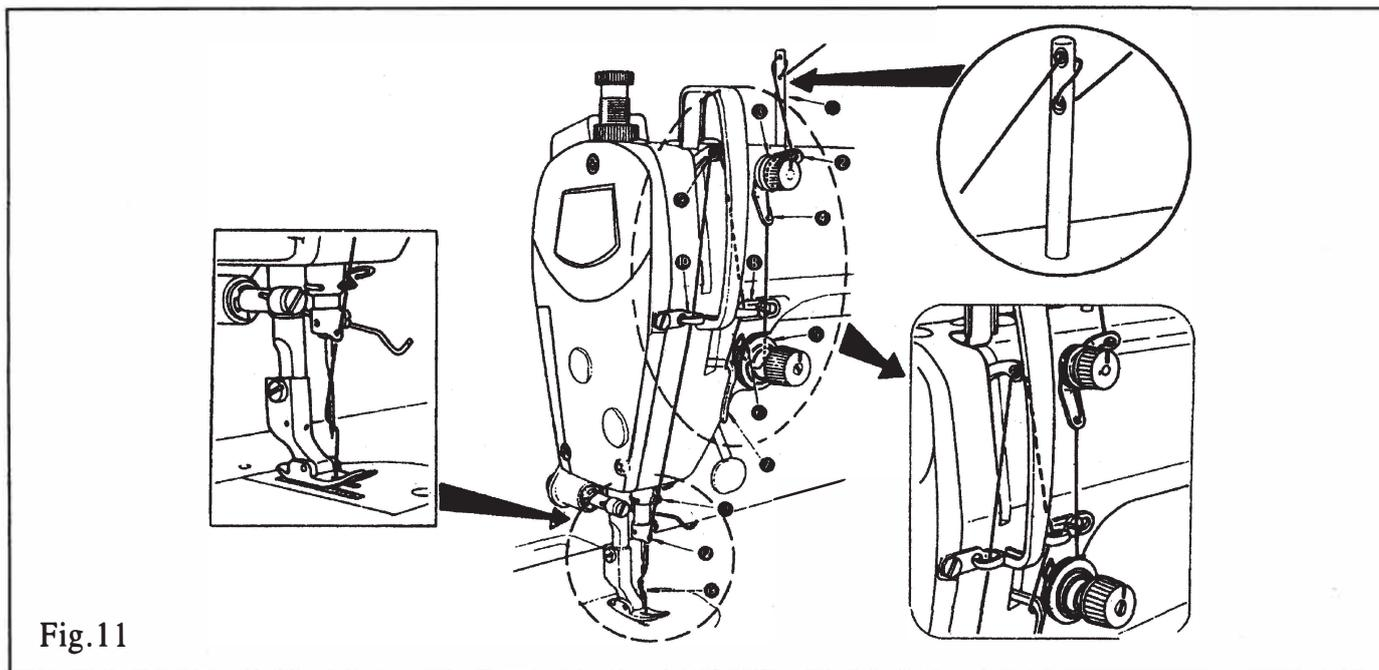

Fig.11
9. ENHEBRADO DEL CABEZAL DE LA MÁQUINA (FIG. 11)